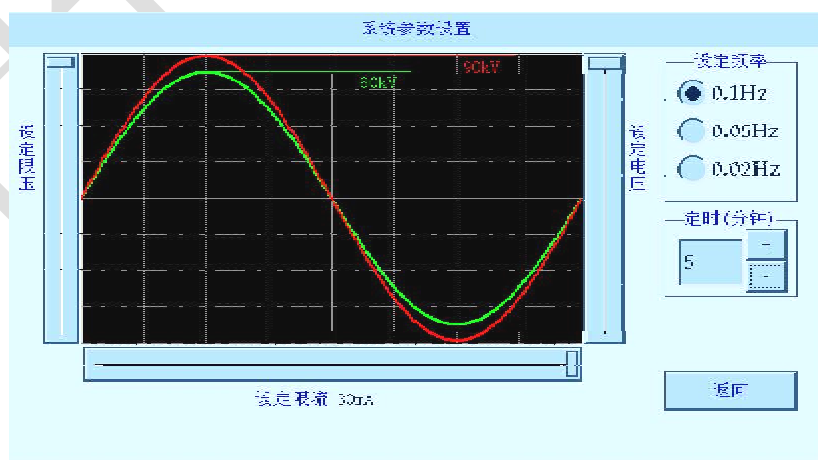
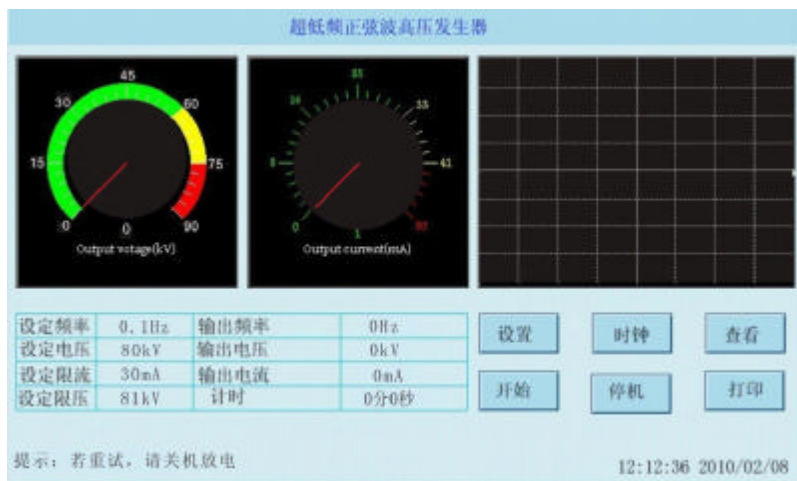
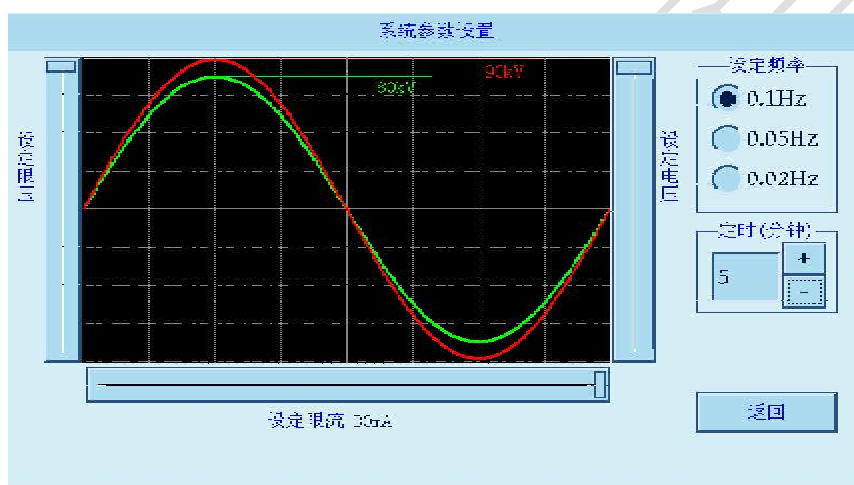

图 4 设置界面示意图
图 5 主界面示意图
图 6 参数设置界面
6.2.1、打开设备的电源开关，设备在上电或复位后过 3-5 秒了自动进入如图 4 所示的默认界面，点击下面的“返回”按钮可进入到主试验界面（如图 5 所示）。在进行连线、拆线、或暂不使用仪器时，应将电源关掉。电源插座上装有保险管。若开机屏幕无显示，应先检查保险管是否熔断，保险管大小应按原始的参数进行更换。
6.2.2、首先在图 5 屏上点击“设置”按键会出现图 6 所示的设置参数界面，在图 6 上可根据试验的需要设定好输出频率、试验时间、试验电压、高压侧的过流保护值、过压保护值。修改方法如下：
按图 5 中的“开始”键后,仪器在主控制程序的控制下,按如下流程进行升压试验: 自检→升压→等幅输出→停机